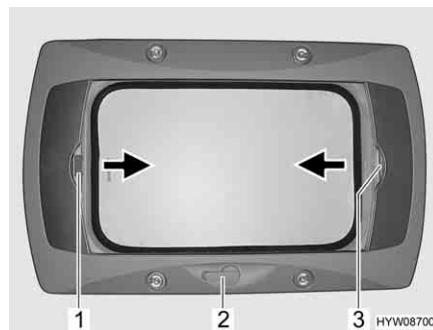

Fig. 38 Oblò a manovella
- Apertura:** ■ Ruotare la manovella (Fig. 38,2) fino a quando non si incontra resistenza.
- Chiusura:** ■ Tirare la tendina oscurante pieghevole per la maniglia (Fig. 38,3) nella direzione della freccia fino alla posizione desiderata e rilasciare. La tendina oscurante pieghevole rimane in questa posizione.
- Chiusura:** ■ Tirare la zanzariera a rullo per la maniglia (Fig. 38,1) nella direzione della freccia verso la maniglia contrapposta della tendina oscurante pieghevole (Fig. 38,3) e farla innestare.
- Apertura:** ■ Tirare la maniglia della zanzariera a rullo (Fig. 38,1) dietro, verso l'alto, e sganciare la zanzariera a rullo dalla tendina oscurante pieghevole (Fig. 38,3).